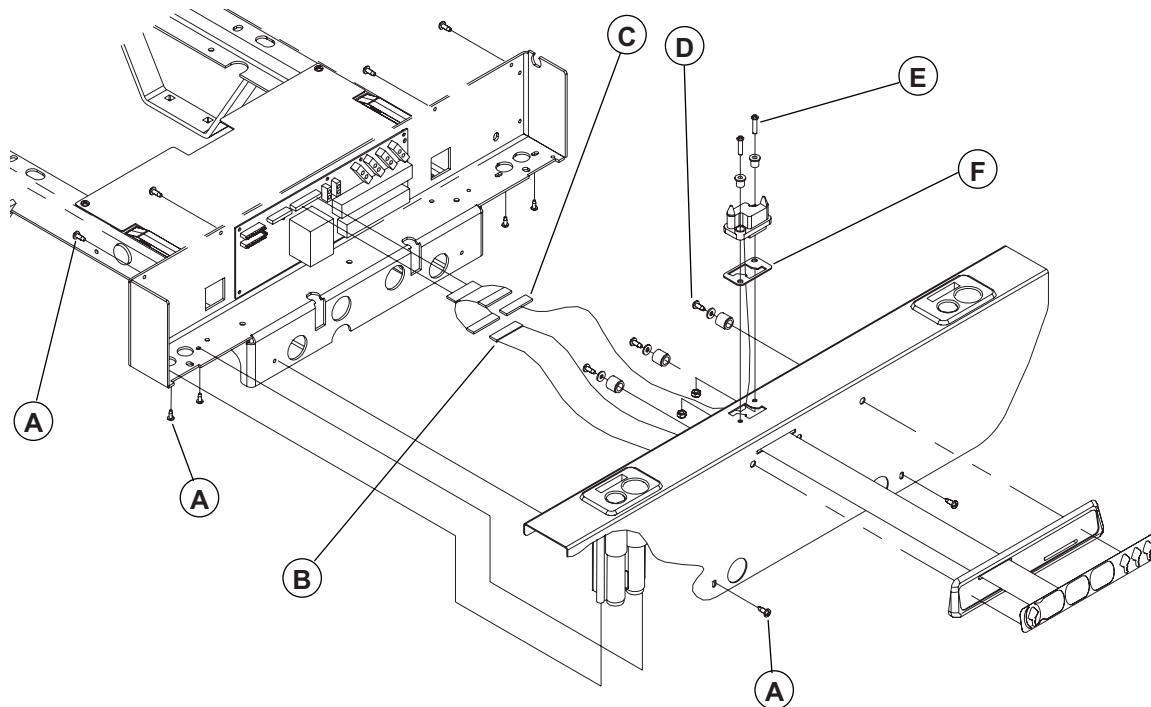

Figure 4.2 A
7. À l'aide du tournevis Phillips no 2, retirez les dix vis (A, Figure 4.2 A, page 32) retenant le couvercle et les deux blocs porte-tige à la boîte de pied. Soulevez et retirez le couvercle en prenant soin d'abord de déconnecter de la carte électronique, le câble (B, Figure 4.2 A, page 32) du module de commandes et, s'il y a lieu, le câble (C, Figure 4.2 A, page 32) du connecteur de la boîte de pied (en option).
8. À l'aide du tournevis Phillips no 2, retirez les quatre vis (D) retenant les deux parties du couvercle de plastique recouvrant le mécanisme de côté de lit. Retirez le couvercle.
9. À l'aide des deux clés mixtes 1/2", retirez l'écrou, l'entretoise à épaulement et le boulon (J) retenant le crochet de verrouillage à la plaque. Retirez le crochet.